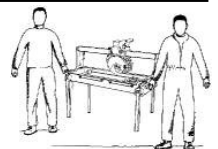
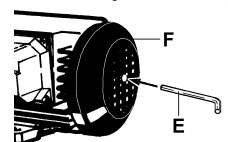
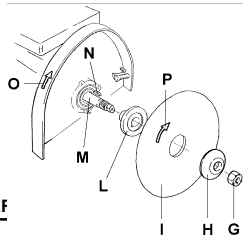

Fig.9
Fig. 12
Fig.13
- Maskinen skal håndteres af to eller flere personer ved brug af sidehåndtagene (se Fig.9)
- Lås drivakslen ved brug af den 6 mm umbracnøgler "E" (Fig. 12) og indsæt den i hylsteret "F" til blæserbeskyttelse.
- Skru møtrikken "G" (Fig. 13) af ved at dreje den med uret med den leverede nøgle.
- Fjern den eksterne flange "H" (Fig. 13), rens de overflader der er i kontakt med skæreskiven, og såfremt den skal udskiftes, fjern den gamle skæreskive "I" fra motorens interne flange "L" (Fig.9).
- Monter den nye skæreskive, og tag hensyn til rotationsretningen; især skal der tages hensyn til at pilen "P" (Fig. 13) der er indgraveret i værktøjet peger i samme retning som den påklitstrede pil "O" (Fig. 13) der befinder sig over skæreskytteren. Monter den eksterne flange "H" (Fig. 13) og møtrikken "G"
- Fastgør skiven ved at dreje møtrikken "G" (Fig.13) imod urets retning imens drivakslen fastholdes med umbræconøglen (se Fig.12).